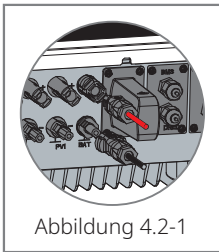

Abbildung 4.2-1
- **Batterieanschluss:** Bestätigen Sie die Verbindung zwischen ET und Batterie: Polaritäten (+/-) nicht verkehrt herum, beziehen Sie sich auf Abbildung 4.2-1.